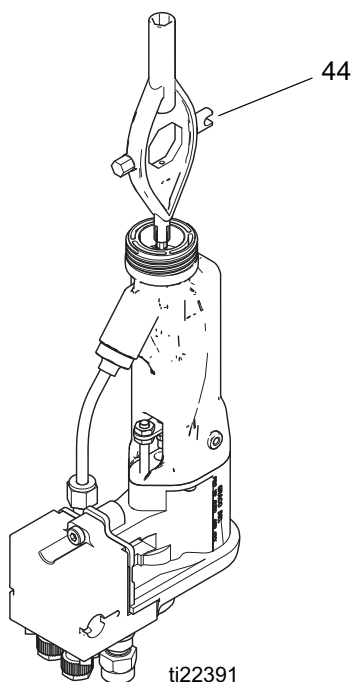

Fig. 29 . Remplacement de l'électrode
3. Dévissez l'électrode (3) à l'aide de l'outil multifonctions (44). FIGURE 29.